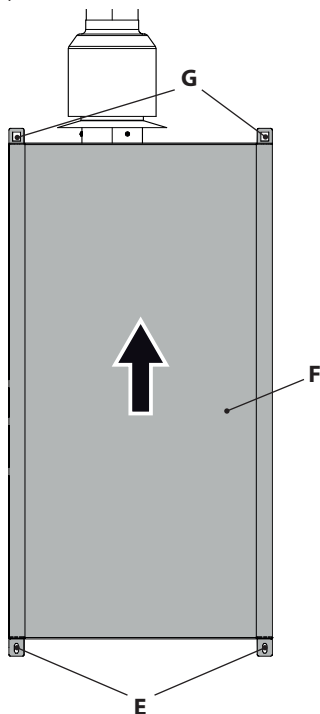

Figura 9.4
- Rimuovere le viti **E** (Figura 9.4).
- Spingere verso l'alto la copertura **F** per sganciarla dai supporti superiori **G** e tirarla a se (Figura 9.4).